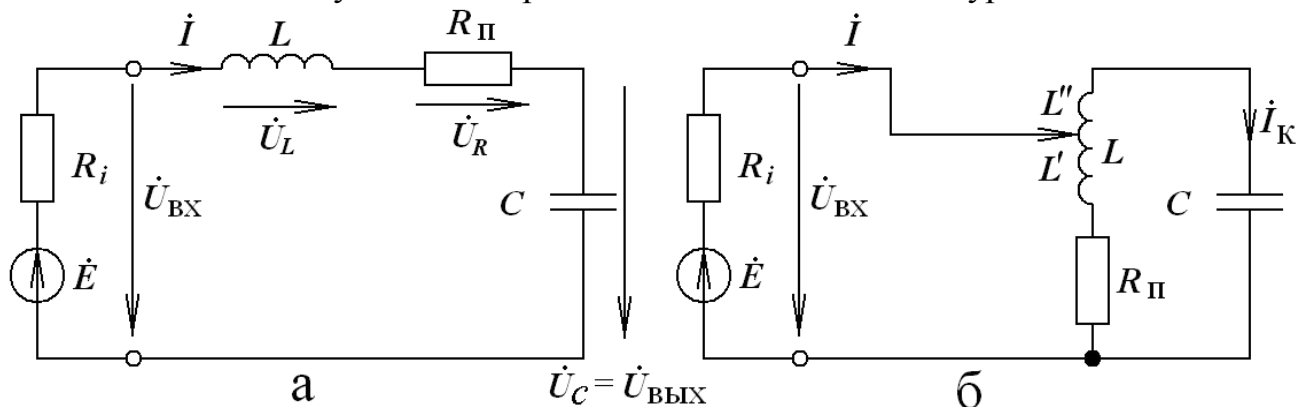

Рисунок 1.2 - Эквивалентные схемы контуров.
Сопротивление контура R_{Π} (рис.1.2) символизирует суммарные потери в катушке индуктивности, конденсаторе, соединительных проводах, потери на излучение и др.
x_{Σ} применительно к сложному контуру II вида (рис.1.2б)
Резонанс в последовательном контуре (см.рис.1.2а) называется резонансом **н а п р я ж е н и й**, так как
резонанс в параллельном контуре (см. рис.1.2.б) называется резонансом **т о к о в**, так как в простом контуре
На резонансной частоте для любого вида контуров справедлива схема замещения рис 1.3. Из сопоставления с рис.1.2 видно, что
В сложном параллельном контуре, кроме основного резонанса токов на частоте f_P (выражение (1.1)), имеет место последовательный резонанс (или резонанс напряжений) в ветви $L''C$ (рис.1.2б)
Исходные данные: значения резонансной частоты контура f_p , индуктивности контура L и сопротивление потерь контура на постоянном токе R_0 взять из таблицы 2.1; величину входного напряжения U_{BX} (рис. 1.2а) принять равной 1В; сопротивление потерь контура на резонансной частоте принять равным $R_{II} = kR_0$, где $k=1,7-1,8$ – коэффициент, учитывающий рост сопротивления потерь при увеличении частоты.
1) качественный характер АЧХ коэффициента передачи по напряжению (рис. 1.2а) для трех значений дополнительных сопротивлений ($R_1=10\text{Ом}$, $R_2=20\text{Ом}$, $R_3=50\text{Ом}$) на общем графике с соблюдением относительного масштаба; указать значение $|K|$ для частот $f = 0$, $f = f_p$ и $f \rightarrow \infty$.
2) качественный характер АЧХ входного сопротивления контура (рис. 1.2а) для трех значений дополнительных сопротивлений ($R_1=10\text{Ом}$, $R_2=20\text{Ом}$, $R_3=50\text{Ом}$) на общем графике с соблюдением относительного масштаба; указать значение $|Z_{BX}|$ для частот $f = 0$, $f = f_p$ и $f \rightarrow \infty$.